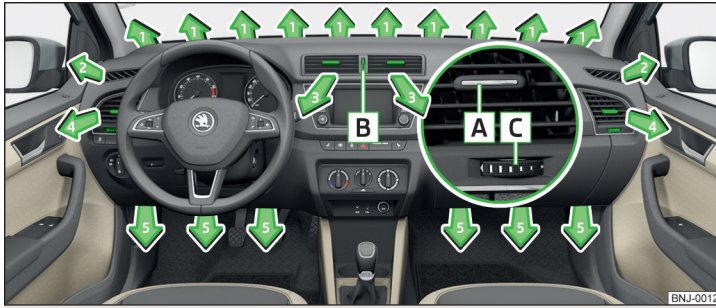

Abb. 107 Luftaustrittsdüsen
Bei den Luftaustrittsdüsen **3** und **4** » Abb. 107 kann die Luftstromrichtung geändert und die Düsen können auch einzeln geschlossen und geöffnet werden.
- Die waagerechten Lamellen mithilfe des verschiebbaren Verstellelements **A** » Abb. 107 nach oben oder unten drehen, um die Höhe der Luftströmung zu ändern.
- Den Regler **B** nach oben drehen » Abb. 107.
- Den Regler **B** nach unten drehen » Abb. 107.
Richtung des Luftaustritts einstellen	Aktive Luftaustrittsdüsen » Abb. 107